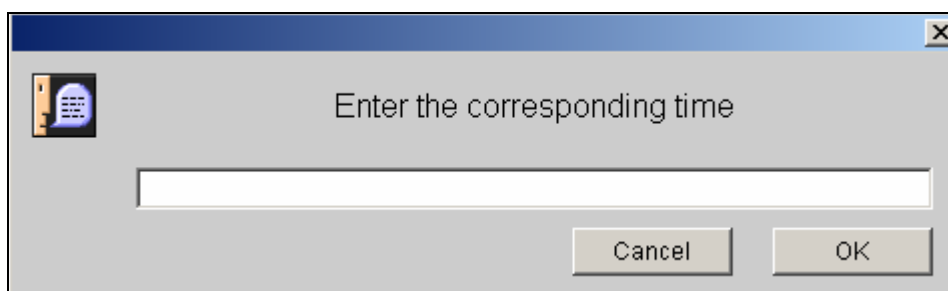

Рис. 8: Ввод времени трудозатрат
- Щелкните в зоне **"Время"**. Открывается диалоговое окно (рис. 8).